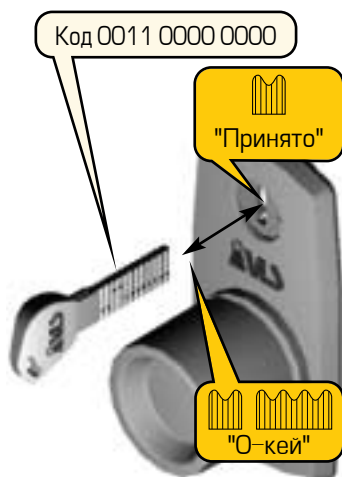

Рисунок 32 – Программирование самоблокирования замка на 2 мин.
2. Для программирования времени самоблокирования замка на две минуты наберите на ключе код 0011 0000 0000 (рис. 32).